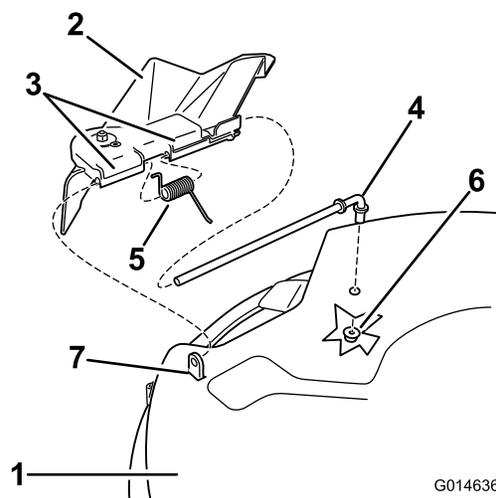

Bild 58
1. Machen Sie die in Bild 58 gezeigten Teile ausfindig.
2. Nehmen Sie die Mutter (3/8 Zoll) aus der Stange unter dem Mähwerk ab (Bild 58).
3. Schieben Sie die Stange aus dem kurzen Vorsprung, der Feder und dem Ablenkblech (Bild 58). Entfernen Sie defekte oder abgenutzte Ablenkbleche.
4. Montieren Sie das Ablenkblech (Bild 58).
6. Setzen Sie die Feder mit den Enddrähten nach unten auf die Stange, zwischen die Ablenkblechhalterungen. Schieben Sie die Stange durch die zweite Halterung am Grasablenkblech (Bild 58).
7. Schieben Sie die Stange vorne am Ablenkblech in den kurzen Vorsprung am Mähwerk. Befestigen Sie das hintere Stangenende mit einer Mutter (3/8 Zoll) am Mähwerk (Bild 58).